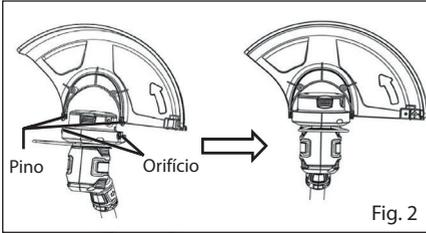

Fig. 2
**Montar o Resguardo da Lâmina (Fig. 2 e 3).**